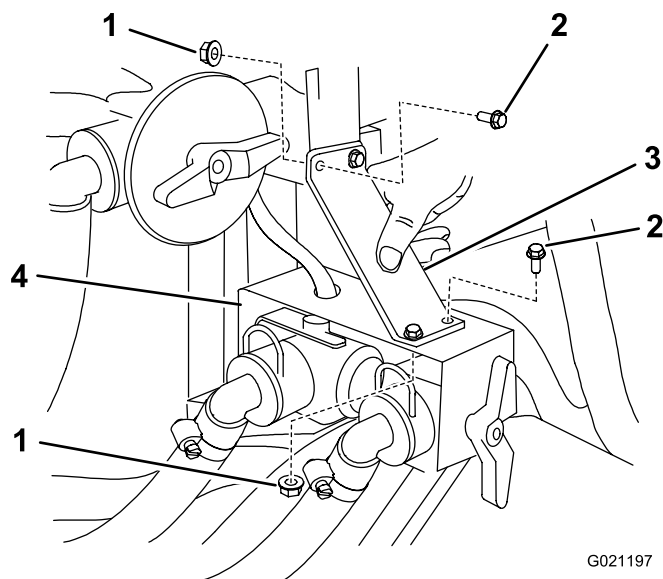

Figura 8
- En fumigadores Multi-Pro (Figura 8), instale el soporte usando 4 pernos con arandela prensada (1/4 x 3/4 pulgada) y 4 tuercas con arandela prensada (1/4 pulgada).